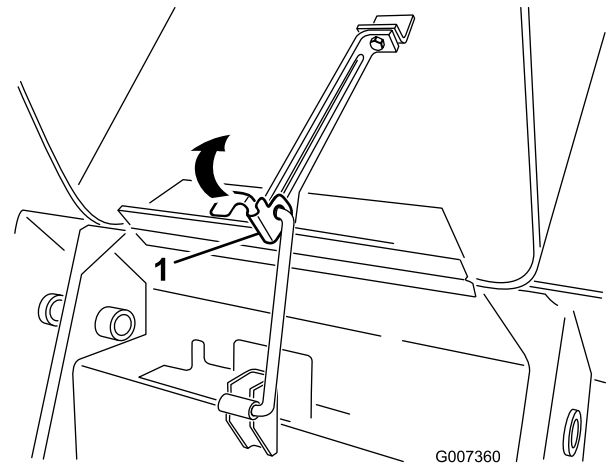

Bild 28
1. Heben Sie die Lasche an, mit der die Stützstange befestigt ist (Bild 28)